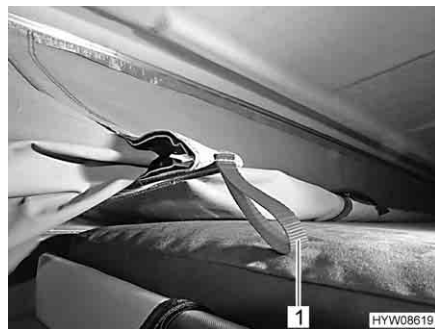

Fig. 32 Dispositivo di inserzione
- Tirare il tessuto della tenda per i passanti rossi (Fig. 32,1) del dispositivo di inserzione verso l'interno.